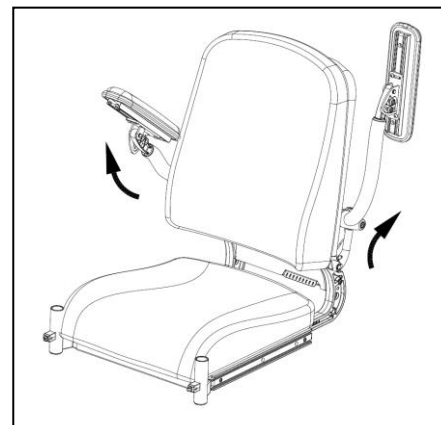

Abb. 6.3
#### Seitlicher Transfer (Abb. 6.3)
- Kippen Sie die Armlehnen nach hinten, bis sie die Endposition erreichen, dazu ist keine Entriegelung nötig (Abb. 6.3).